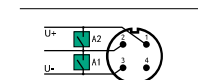

图 12 - 使用示教输入
- 一个特殊的输入端（引脚 5）用于设置用户范围。在调整过程中，必须交替关闭 +U 和 -U 端上的示教输入端（见图 12）。